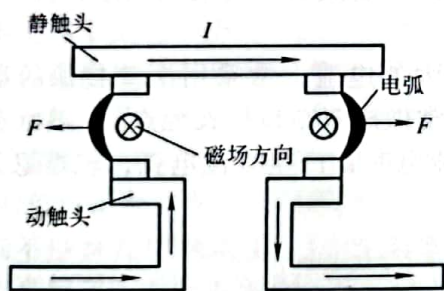

图 5-7 电动力拉长灭弧法
① 拉长灭弧法。通过机械装置或电动力的作用将电弧迅速拉长并在电弧电流过零时熄灭，电动力拉长灭弧法如图 5-7 所示。这种方法多用于开关电器中。